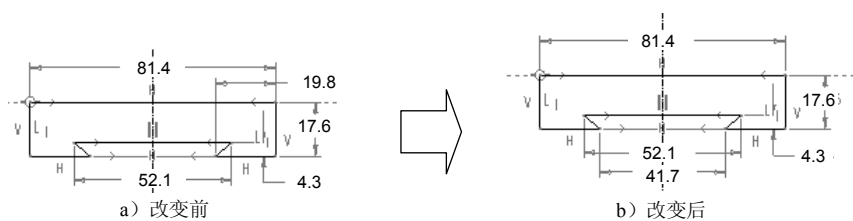

图 5.2.33 改变标注方式 1
⑤ 改变标注方式，满足设计意图。
a) 如图 5.2.33 所示，去掉原尺寸标注 19.8，添加新尺寸标注 41.7。